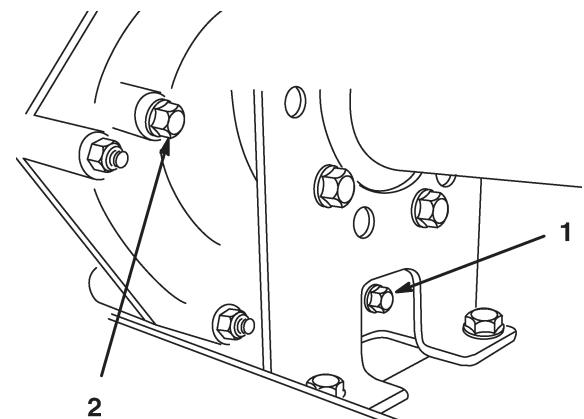
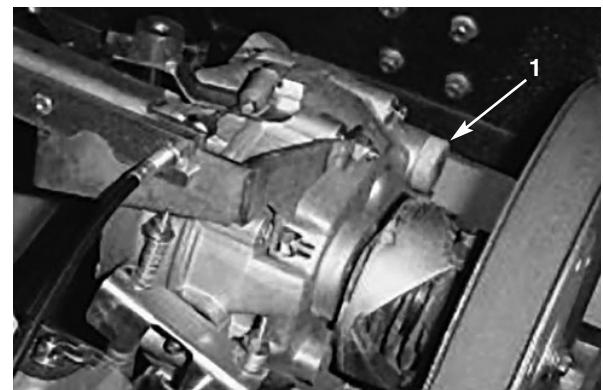

Bild 30
Bild 31
- Füllen Sie den Behälter (Bild 31) mit ca. 1,4 l SAE 10W30 Motoröl oder bis sich der Ölstand an der Unterseite der Prüföffnung befindet (Bild 30).
- Entfernen Sie die Verschlussenschraube aus der rechten Seite des Reservoirs (Bild 30) und lassen die Flüssigkeit in ein Auffanggefäß ablaufen. Schrauben Sie die Verschlussenschraube wieder fest ein, wenn keine Flüssigkeit mehr ausströmt.